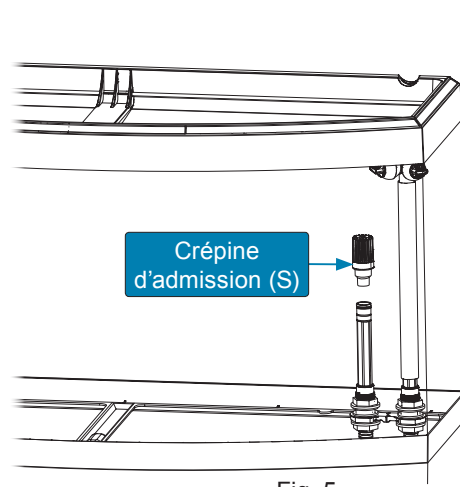

Fig. 5
4. Insérer la crépine d'admission (S) dans le tube de raccordement (A) (Fig. 5).